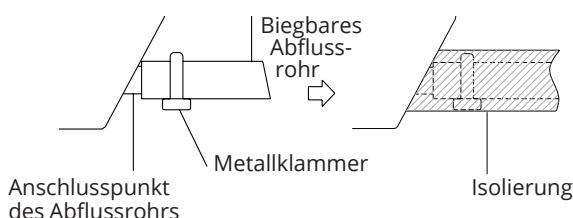

Abb. 6.1
2. Befestigen Sie die Mündung des Abflussrohrs am Ablauffrörchen des Geräts. Decken Sie die Mündung des biegbaren Rohrs ab und sichern Sie diese mit einem Rohrkragen. (Abb. 6.1)